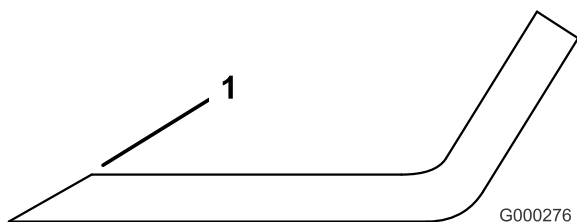

Figure 29
3. Examinez les tranchants de toutes les lames et affûtez-les s'ils sont émoussés ou ébréchés. N'aiguissez que le haut du tranchant et conservez l'angle de coupe d'origine pour obtenir une coupe nette (Figure 29). Limez la même quantité de métal sur chacun des deux tranchants pour ne pas déséquilibrer la lame.